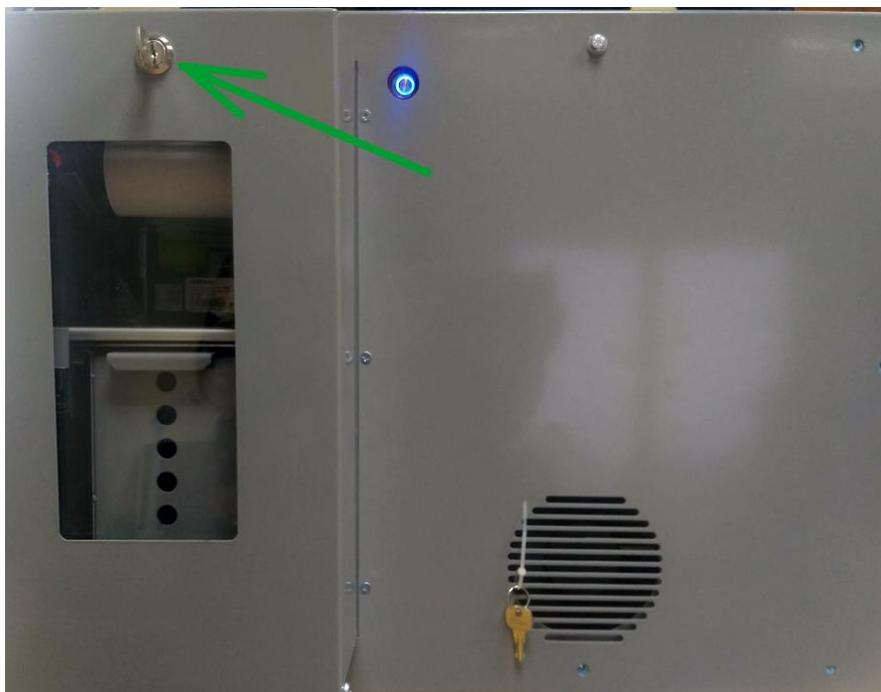

Рисунок 2. Открытие задней панели устройства
Шаг 1. Открыть ключом заднюю панель устройства (рис. 2).
- Шаг 1.** Открыть ключом заднюю панель устройства (рис. 2).